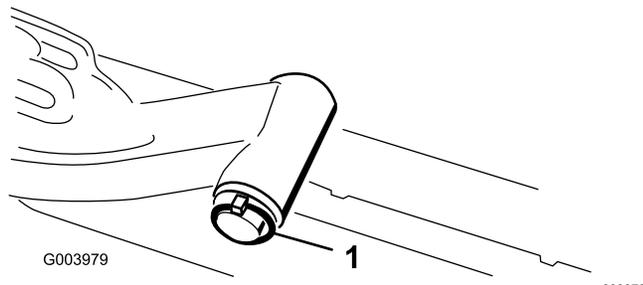

Рисунок 11
1. Снимите шплинт и шайбу, которые крепят ось поворота к подъемному рычагу, и снимите ось поворота с подъемного рычага (Рисунок 11).
3. Вставьте ось поворота подъемного рычага в подъемный рычаг и зафиксируйте шайбой и шплинтом (Рисунок 11).